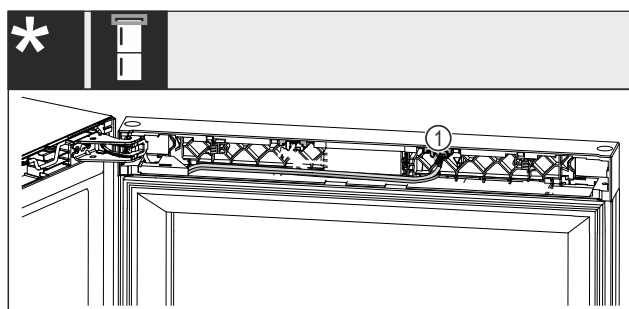

Fig. 25 Kombinovaná chladnička na víno s mrazničkou*
- Vytáhněte zástrčku Fig. 25 (1) z uložení.*